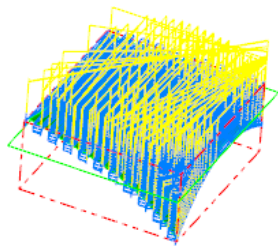

图 5.4.7 工件加工刀路
(2) 对话框中的其他参数设置保持系统默认设置值, 单击“曲面粗车-投影”对话框中的 按钮, 图形区生成图 5.4.7 所示的刀路轨迹。
(2) 在“刀路模拟控制”操控板中单击  按钮，系统将开始对刀具路径进行模拟，结果与图 5.4.7 所示的刀具路径相同，在“刀路模拟”对话框中单击  按钮。